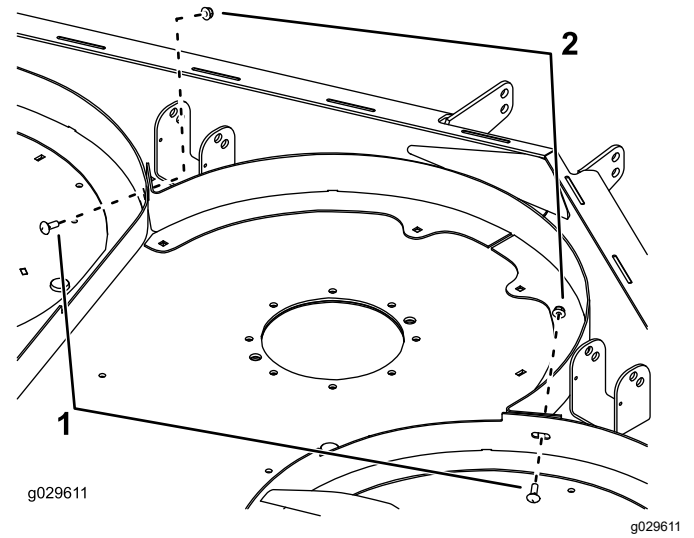

Figure 9
2. Fixez légèrement les chambres droite et gauche à la chambre centrale à l'aide de 2 boulons de carrosserie (5/16 x 3/4 po) et 2 écrous (5/16 po), comme montré à la Figure 9.